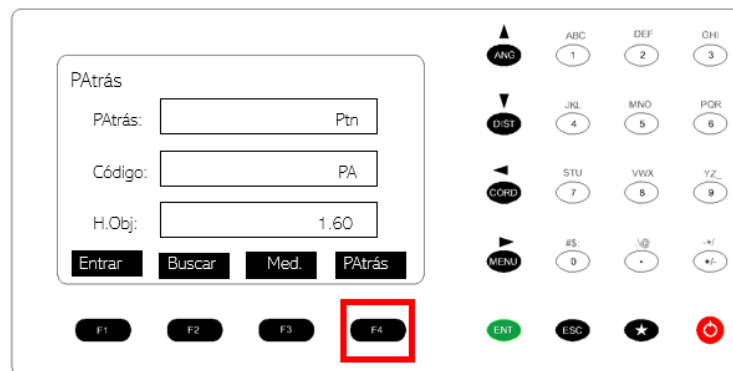

Figura 96. Toma de la lectura.
28. Presionar el botón F4. PÁtrás. Figura 96.